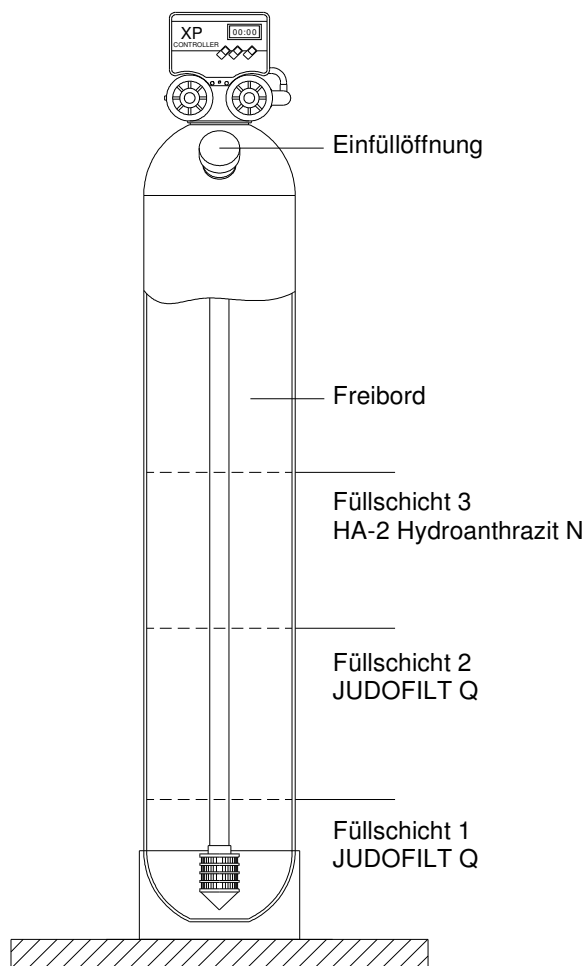

Abb. 6: Füllschema JEF-MF 2-6 K-A
3. Mitgeliefertes Filtermaterial einfüllen, Reihenfolge, Körnung und Menge nach Tab. 4 und Abb. 6 beachten.
5. Meterstab senkrecht durch die Einfüllöffnung bis an die Oberfläche des Filtermaterials führen und Freibordhöhe an der Unterkante der Einfüllöffnung ablesen (siehe Abb. 6).